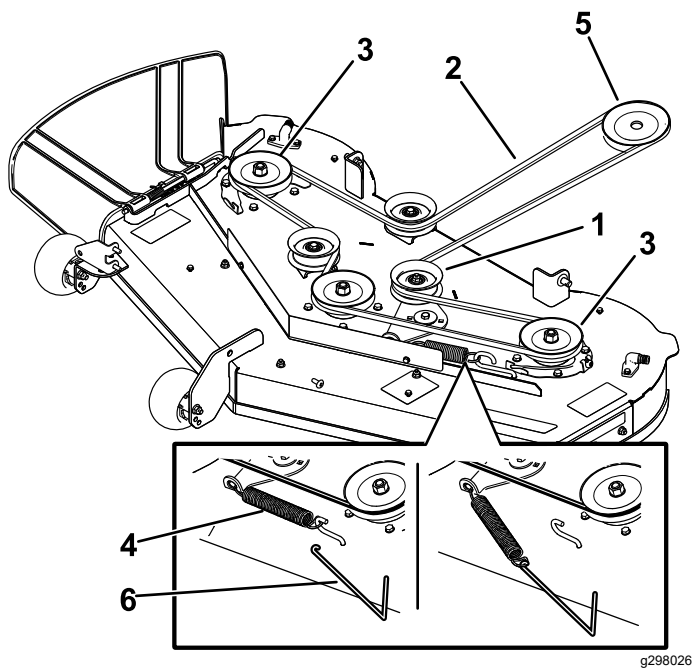

Figure 55
5. À l'aide d'un outil de dépose de ressort (réf. Toro 92-5771), décrochez le ressort du crochet sur le tablier pour détendre la poulie de tension et déchaussez la courroie des poulies (Figure 54 ou Figure 55).
6. Acheminez la courroie neuve autour de la poulie du moteur et des poulies du tablier de coupe (Figure 54 ou Figure 55).
7. À l'aide d'un outil de dépose de ressort (réf. Toro 92-5771), accrochez le ressort au crochet situé sur le tablier, afin d'exercer une tension sur la poulie de tension et la courroie du tablier de coupe (Figure 54 ou Figure 55).